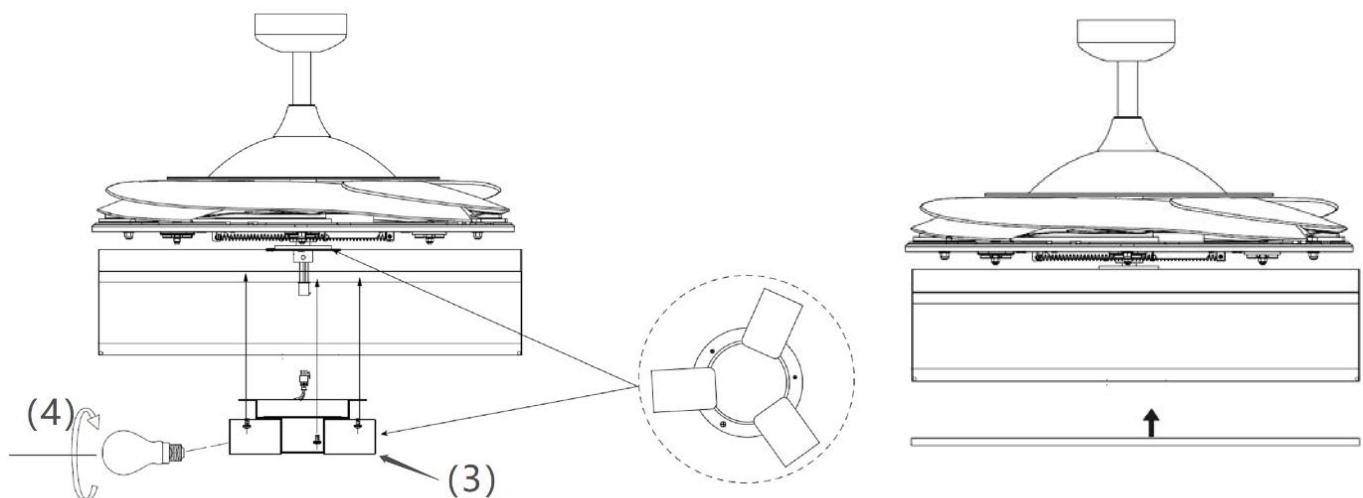

Fig. 7
4. Collegare il connettore rapido al portalamпада (3) (Fig. 7).
5. Fissare il portalamпада (3) alla staffa del kit luce serrando le 3 viti. Non avvitarle eccessivamente.
6. Installare le lampadine (4) (non incluse) nei portalamпада. Non superare la potenza in ingresso massima.